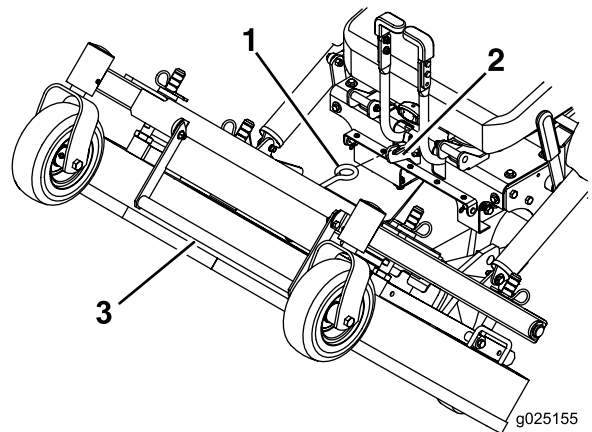

Figura 11
7. Usando el asa de elevación de la carcasa, eleve la carcasa y engánchela en la posición elevada (el cierre está situado en el centro de la parte delantera del asiento), según se muestra en Figura 11.
1. Mientras sostiene con firmeza el asa de elevación de la carcasa, desenganche el cierre de la carcasa de corte de la máquina y baje lentamente la carcasa al suelo (Figura 11).